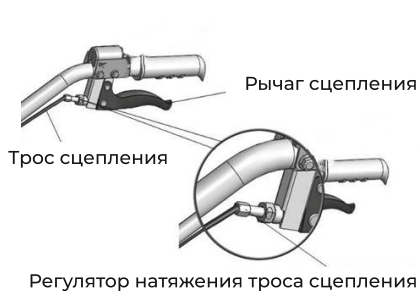
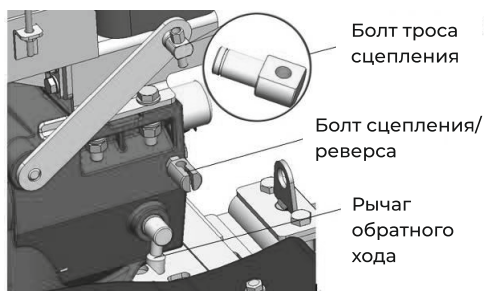

Рис. 2
Рис. 3
2.1. Установка и настройка троса сцепления (рис. 2, рис. 3)